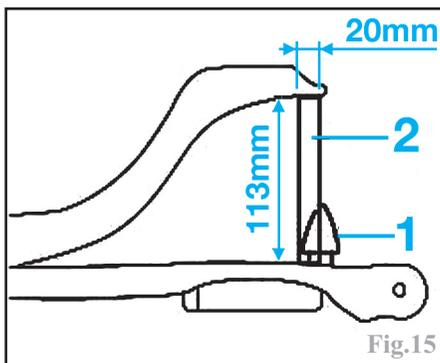

Fig.15
Déposer la butée de débattement (1) (Fig.15).